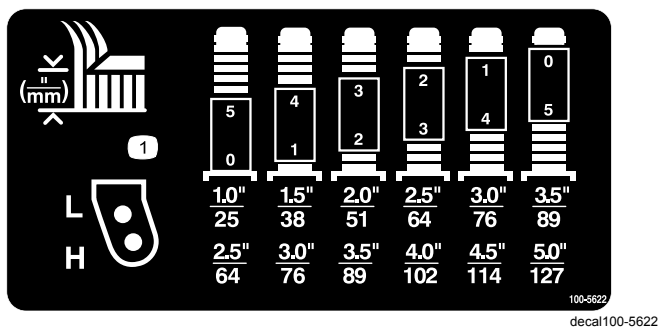
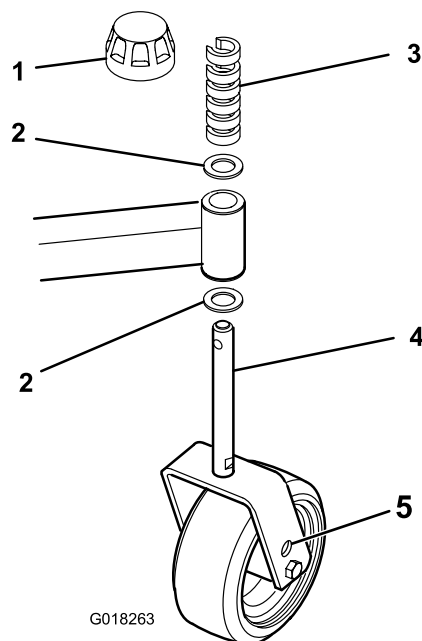

Figura 8
Figura 9
2. Posizionate gli assali delle ruote orientabili negli stessi fori di tutte le forcelle. Fate riferimento a Figura 7, Figura 8 e Figura 9 per determinare i fori adeguati all'impostazione voluta.
Fate riferimento a Figura 8 per determinare le combinazioni di distanziali necessari per l'impostazione voluta.
1. Rimuovete il cappuccio di tensione dall'asse del mandrino (Figura 9).